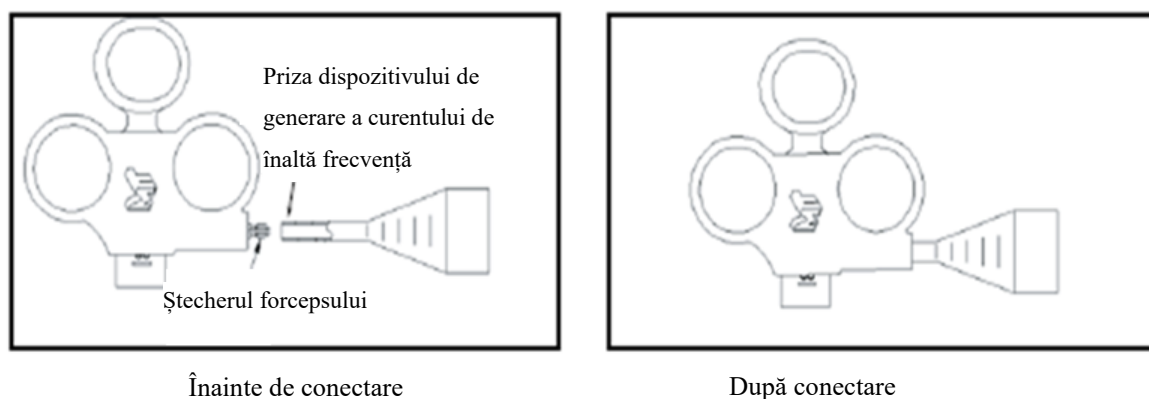

Figura 4
3. Conectați ștecherul forceps fierbinte steril la priza unității de electrochirurgie de înaltă frecvență. Aveți grijă ca conexiunea să se realizeze în mod corespunzător (așa cum se arată în figura 4).